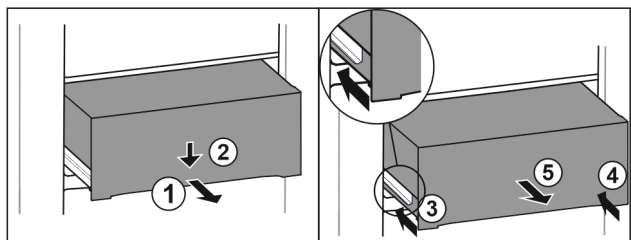

Fig. 78
- ▶ Tirer le tiroir jusqu'à mi-chemin. Fig. 78 (1)
- ▶ Appuyer sur l'avant du tiroir vers le bas. Fig. 78 (2)
- ▶ Insérer le rail gauche d'env. 2 cm. Fig. 78 (3)
- ▶ Insérer le rail droit d'env. 2 cm. Fig. 78 (4)
- ▶ Retirer le tiroir par l'avant. Fig. 78 (5)